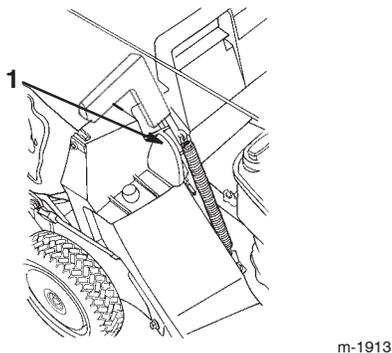

Bild 14
5. Ziehen Sie den Griff der Auswurfkanal-klappe nach vorne, bis der Stift aus dem Riegel heraus ist. Bewegen Sie anschließend den Griff rückwärts, bis der Stift in die Korbaussparung einrastet (Bild 14).